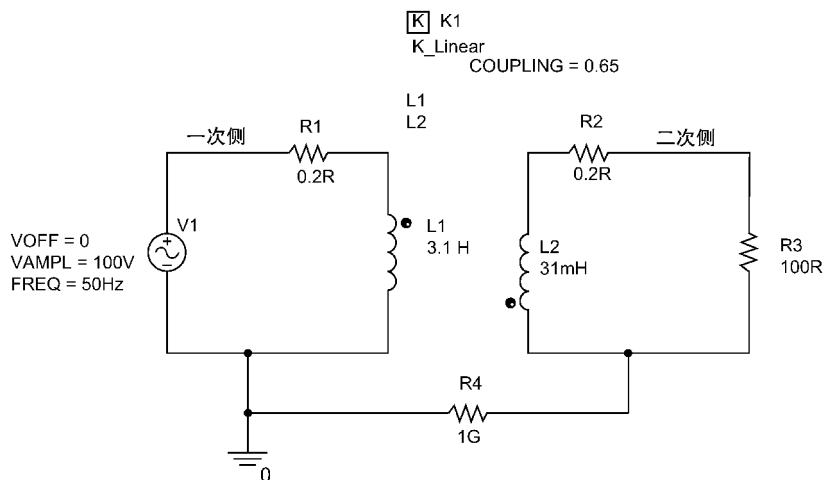

图 9.6 线性变压器
1. 创建名称为 Linear Transformer 的新仿真项目，然后绘制如图 9.6 所示的电路图。其中电感、电阻和磁心 K\_Linear 均选自 analog 元器件库。V1 为正弦波信号源 VSIN，选自 source 库，耦合系数设置为 0.65。